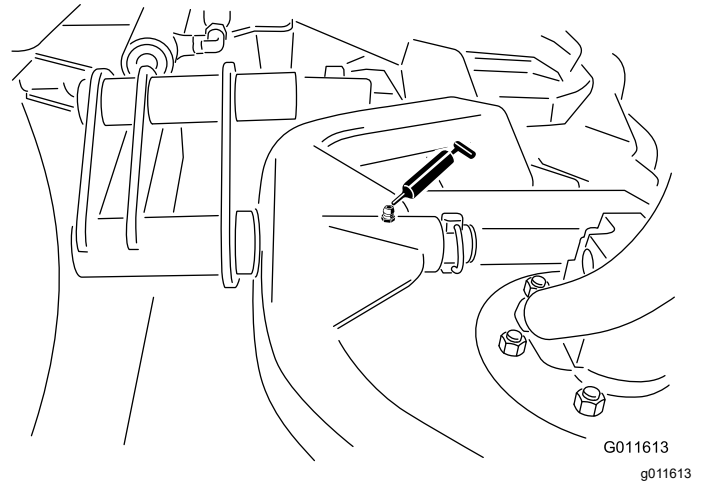

Bild 43
- Schneideinheit-Trägerrahmen und Drehzapfen (1)—Bild 43